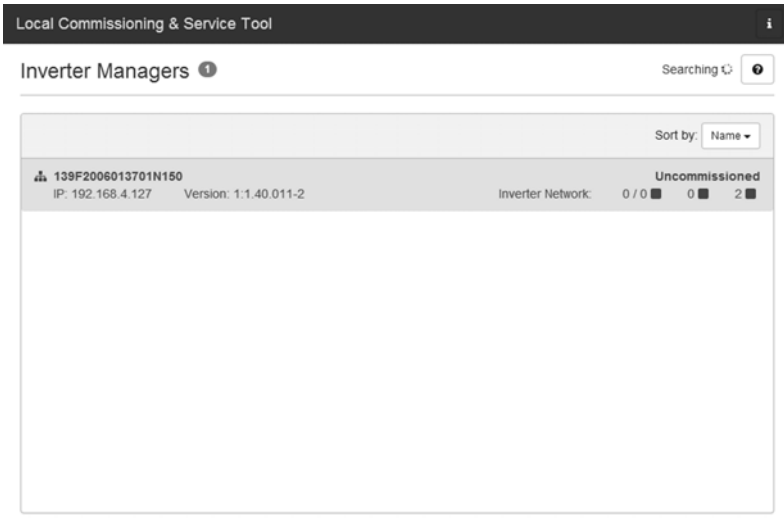

Imagen 8: LCS-Tool - pantalla inicial
2. La pantalla muestra ahora una lista de todos los Inverter Manager (consulte la imagen 8). Para iniciar el asistente, haga clic en el Inverter Manager que vaya a configurar. Tras seleccionar el Inverter Manager, se visualizan los inversores descubiertos por este. Los inversores que todavía no se han puesto en marcha (no cuentan con un código de red asignado) se presentan con un recuadro azul junto a su versión de software.